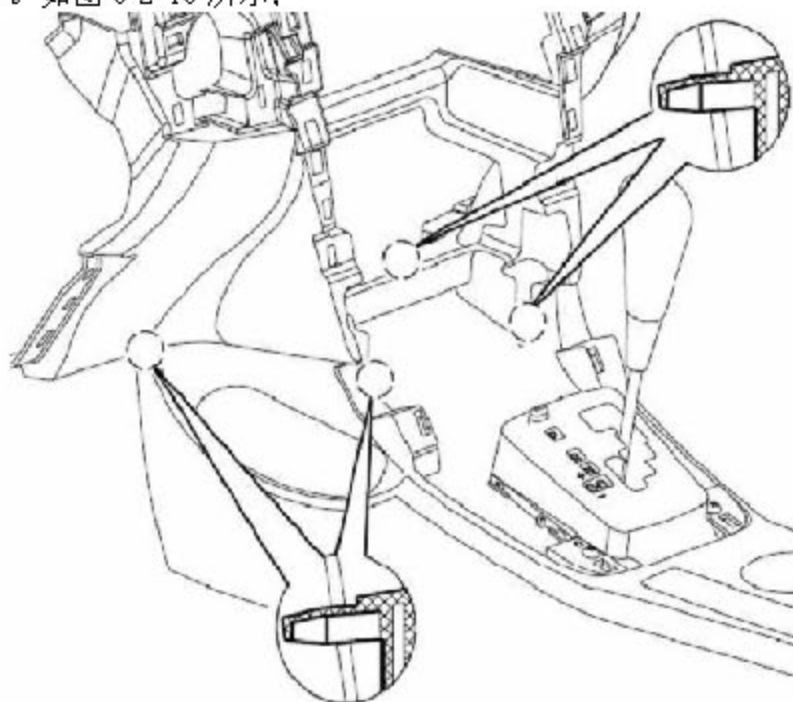

图 6-2-10 副仪表盘本体的拆卸(1)
1). 慢慢将副仪表盘本体总成向车后方向移动适当距离，使副仪表盘前端与仪表盘配合处松开。如图 6-2-10 所示：